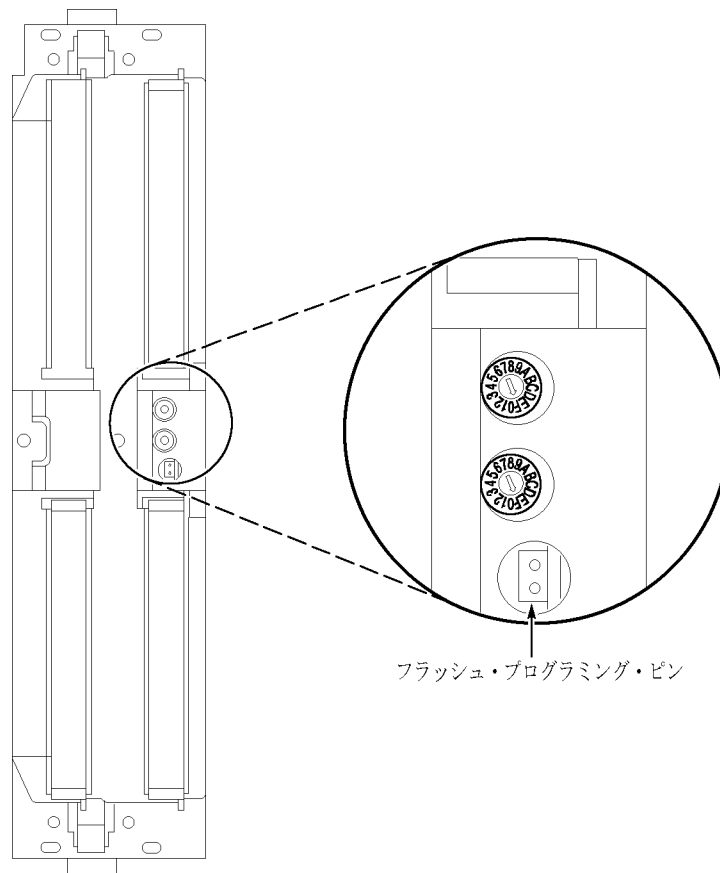

図 59: フラッシュ・プログラミング・ピン
4. 各モジュールの後部にあるフラッシュ・プログラミング・ピンを確認します。(85 ページの 図 59 参照)。
4. 各モジュールの後部にあるフラッシュ・プログラミング・ピンを確認します。(図 59 参照)。